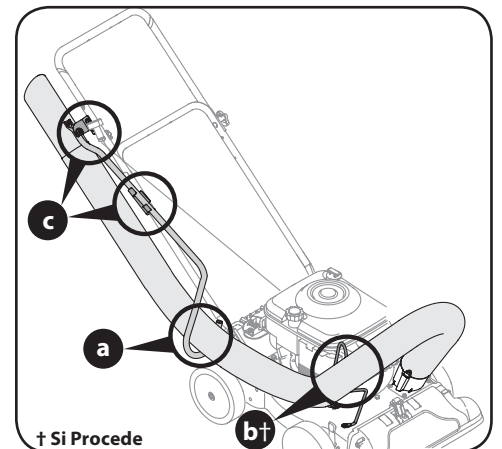

Figura 3-5
4. Sitúe el caño de la manguera en final curvo de mango de manguera junto al canal de la cortadora y en la cuna de la manguera (Si procede). Vea A y B en la Figura 3-5.
5. Primero, una a presión la manija de la manguera con el soporte para la manija de la manguera superior, y después con el soporte de la manguera inferior. Vea C en la Figura 3-5.